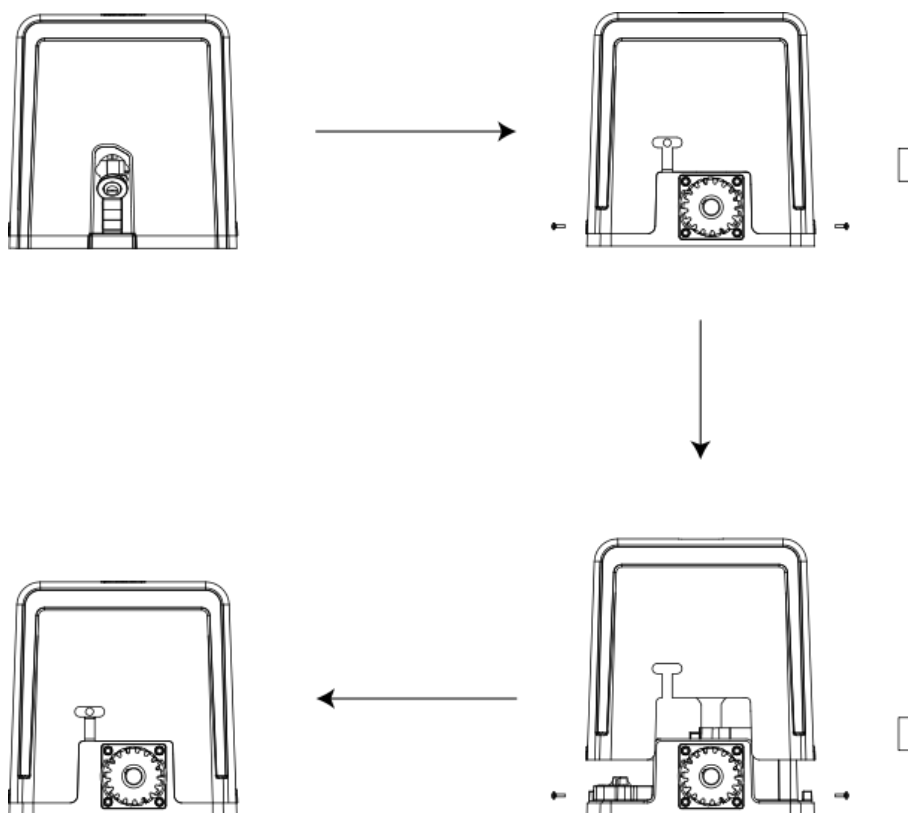

Рисунок 7
- Снимите резиновую втулку ниже концевого выключателя (рисунок 7)